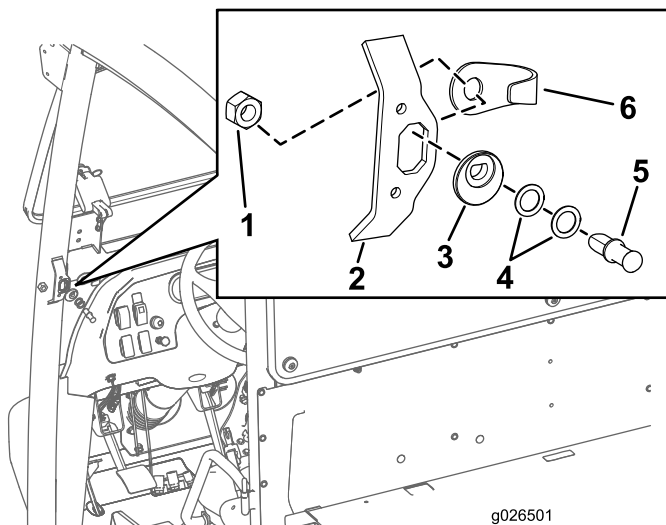

Figura 5
1. Alinhe o excêntrico do pino do trinco com a abertura da placa do percursor na posição que se mostra na Figura 5.
2. Insira o pino do trinco (primeiro sem as anilhas) no excêntrico do pino do trinco (Figura 5).
3. Alinhe o resguardo do pino e a porca hexagonal (7/16 pol.) na parte posterior da abertura da placa do percursor (Figura 5).
4. Aperte à mão a porca hexagonal (7/16 pol.) no pino do trinco, para que fique justa (Figura 5).